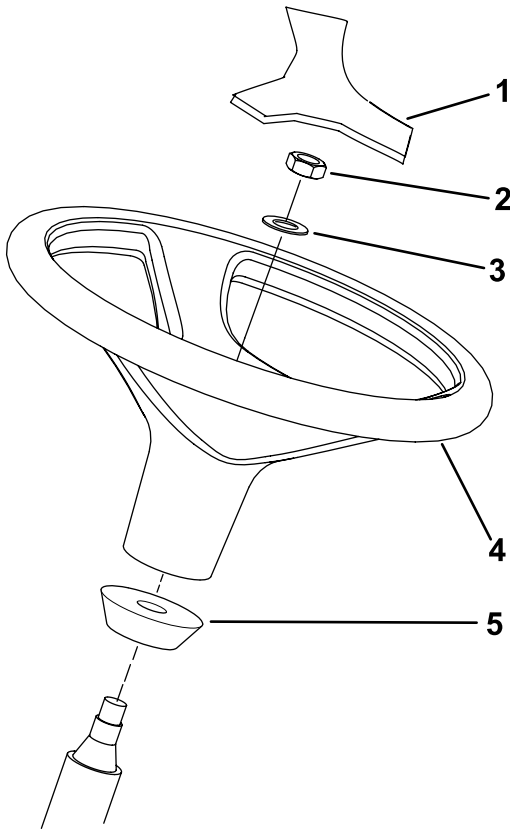

図 13
- 1. 出荷台からハンドルを外す。 図 13
注 ステアリングシャフトについているウレタン製のカラーは外さないでください 図 13。
3. ハンドルとワッシャをステアリングシャフトにはめ込む (図 13)。
5. ハンドルにカバーを取り付ける (図 13)。